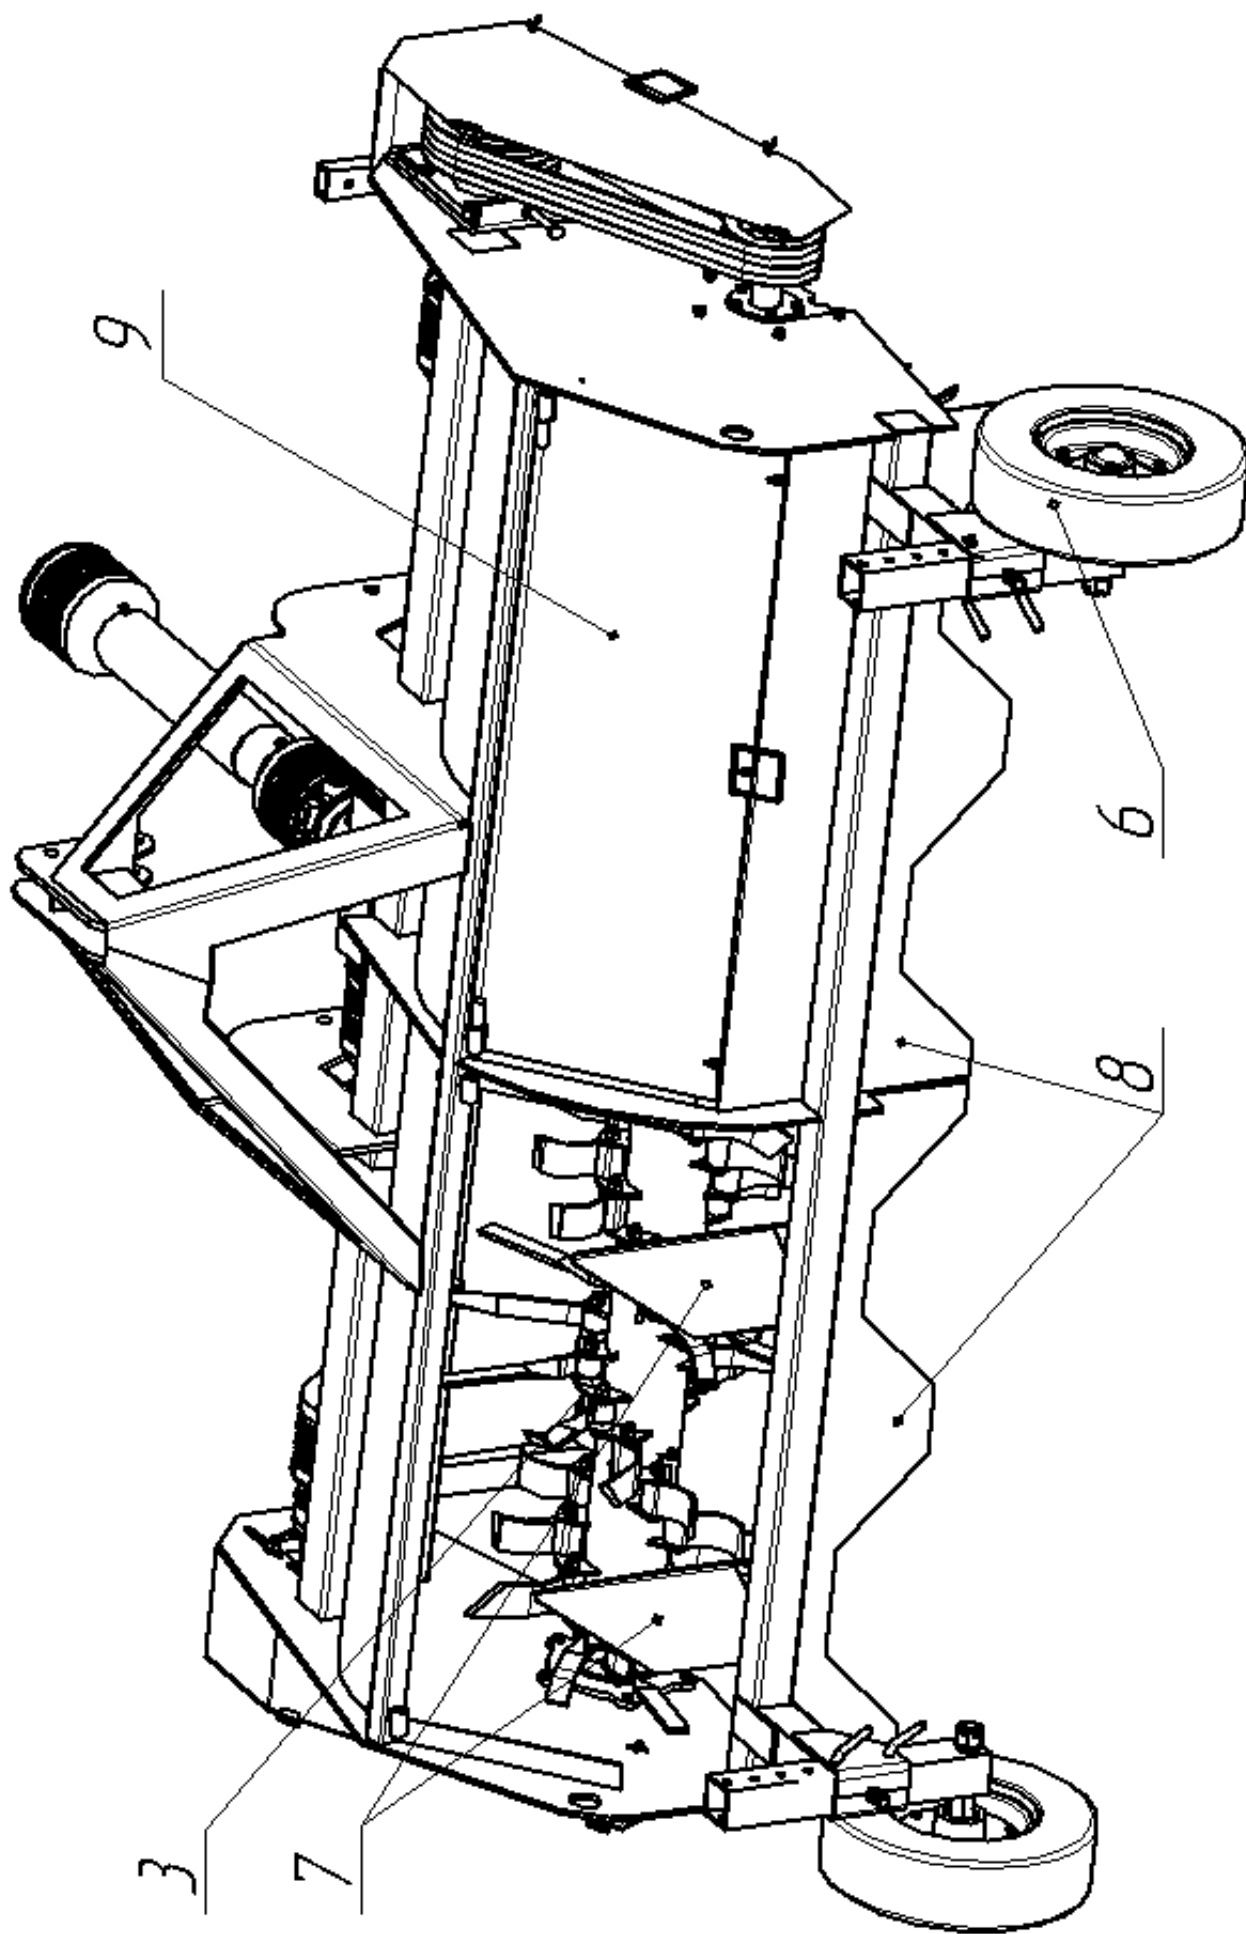

Рисунок 1 – Общий вид
2.6 Кожух роторов распределяет поток вороха, сходящий с ножей роторов, по ширине машины и укладывает измельченную растительность между гребнями картофеля. Кожух состоит из каркаса на котором закреплены делители 7 (см. рис. 1,2) и эластичные пластины 8. В кожухе имеются две крышки 9 для доступа к роторам.